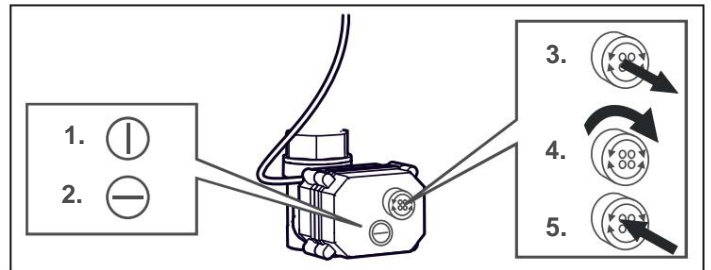

Figura 18: 1. La linea verticale indica la valvola aperta
4. Estrarre la manopola sulla valvola a sfera e ruotarla finché l'indicatore non mostra la posizione aperta. Vedere la Figura 18.